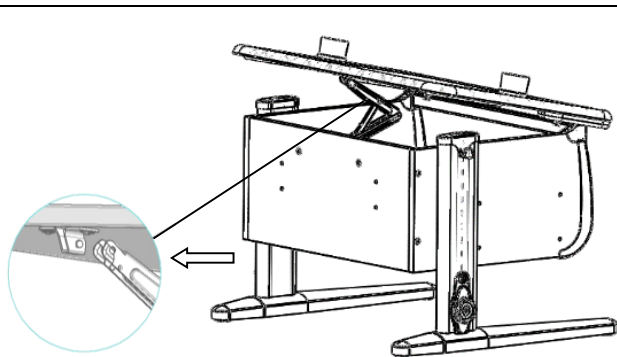

Рис. 24
5.6.2. Фиксатор столешницы Multiflex верхней частью ввести в кронштейн верхний, согласно рис. 24.